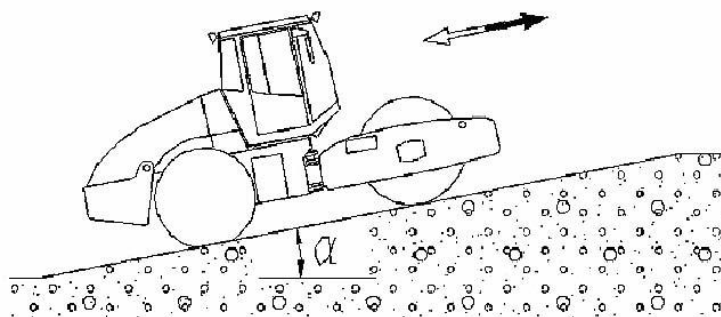

Рис. 2-27
(5) Передвижение по уклону (рис. 2-27)
Опасность	При движении по уклону, разрешено передвигаться только вверх или вниз по направлению стрелки (см. рис. 2-27). Запрещено пересекать уклон поперек и совершать поворот на уклоне!